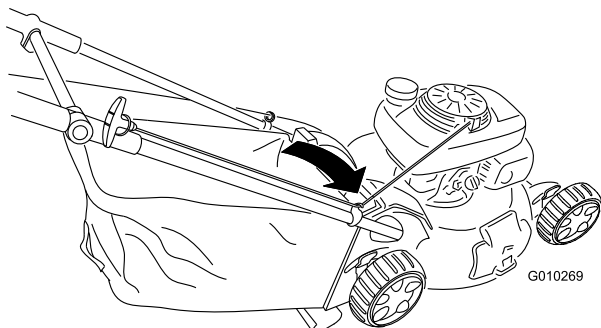

Figura 34
1. Pase la cuerda del arrancador alrededor de la guía de cuerda inferior (Figura 34).